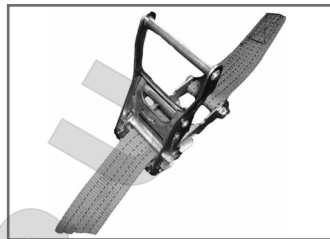

рис. 4
- Оттянув фиксатор рукоятки замка, повернуть рукоятку в положение согласно (см. Рис. 4).